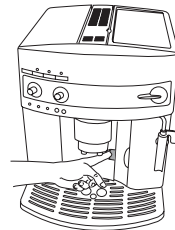

Figura 24
- Aprire lo sportellino per la manutenzione (Figura 24)